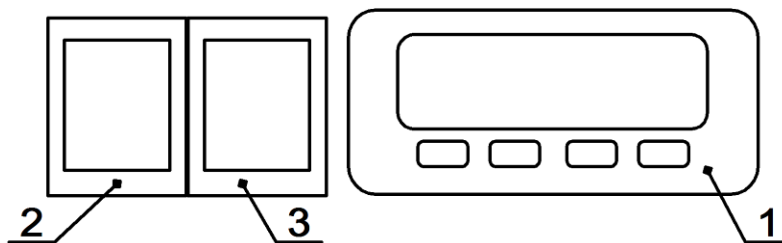

Рис.2. Панель управления
7.2. После подключения изделия к электросети в соответствии с вышеизложенными правилами, можно приступить к его пуску с панели управления (рис.2).